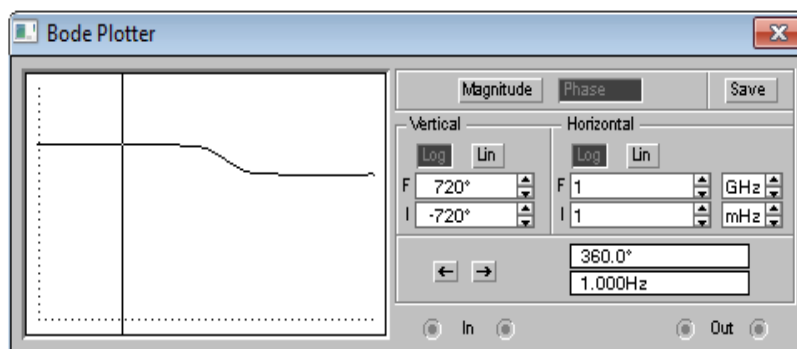

Рисунок 7.4. Измеритель фазы
9.3. Для измерения фазы откройте окно «Bode Plotter» (См. Рис. 7.4), дважды нажав левой кнопкой мыши на фазоизмеритель.